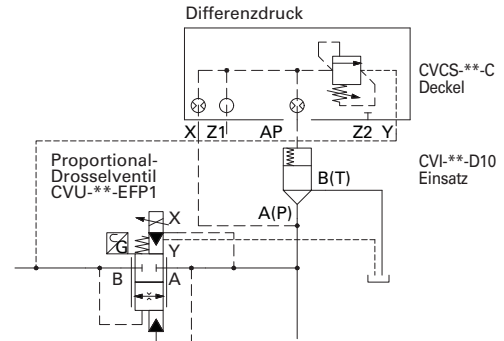

Abbildung 46
**Abbildung 46.** Der Druckabfall über das Proportional-Drosselventil kann durch die Einstellung des Steuerdruckbegrenzungsventils im Deckel der Baureihe CVCS-\*\*-C (siehe Seite 41) verändert werden. Normalerweise ist der Volumenstrom durch das Proportional-Drosselventil geringer als der Volumenstrom durch die Pumpe und der überschüssige Volumenstrom wird durch den Einsatz (Durchfluss von A nach B) zum Tank geleitet.